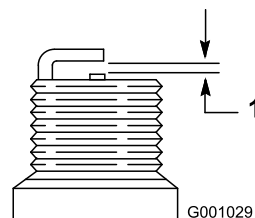

Рисунок 53
7. На новой свече установите зазор между электродами, равный 0,76 мм (Рисунок 53).